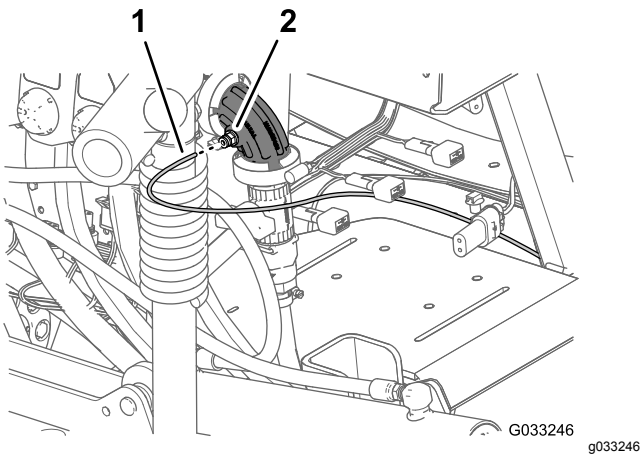
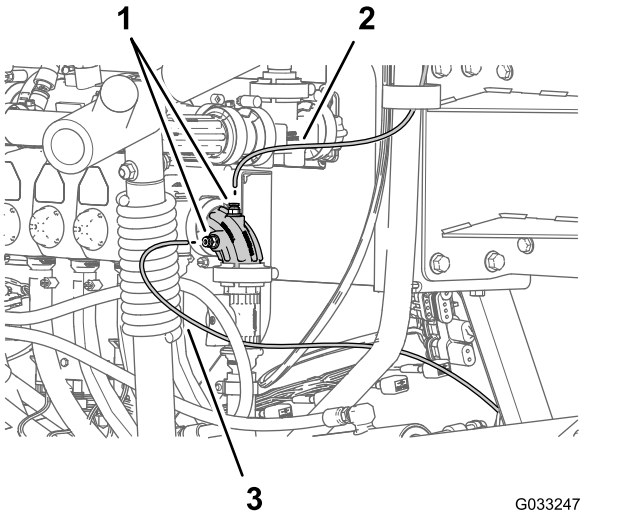

Figura 140
Figura 141
1. Alinee el extremo del tubo del sensor de presión (plástico) del indicador de presión del salpicadero con el anillo de bloqueo del acoplamiento del tubo (Figura 140 y Figura 141).
2. Inserte el tubo del sensor en el anillo de bloqueo hasta que el tubo esté totalmente asentado (Figura 140 y Figura 141).